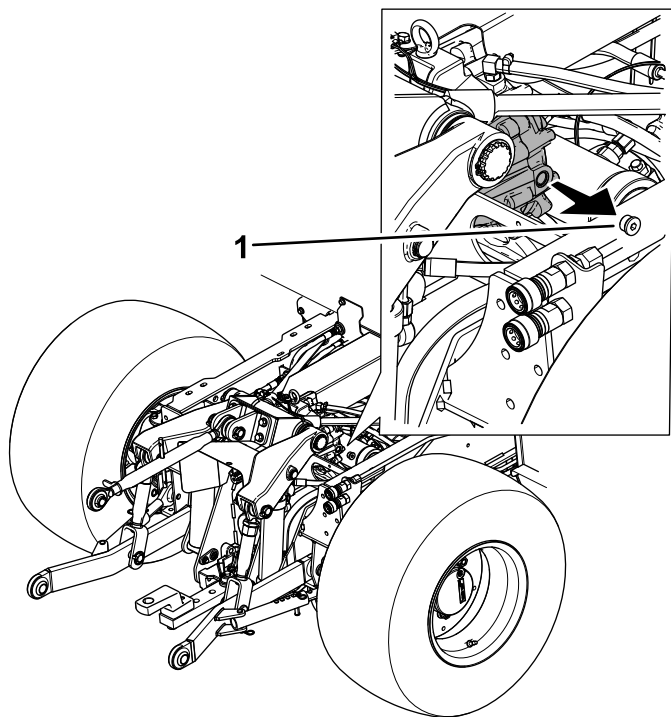

Figura 107
2. Rimuovete il tappo dal foro spia nella scatola ingranaggi della PDF posteriore (Figura 107).